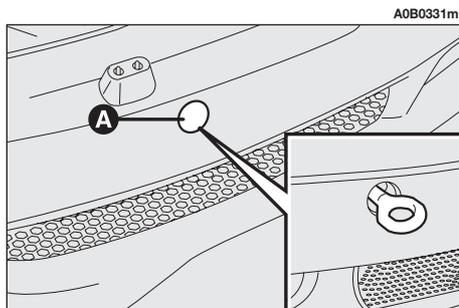
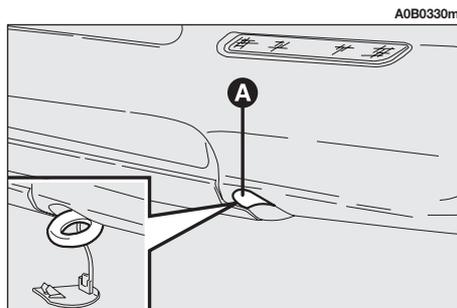

fig. 77
fig. 78
— Rimuovere il coperchietto (A) inserito a pressione sul paraurti anteriore (fig. 77) o posteriore (fig. 78). Per questa operazione, nel caso si utilizzi il cacciavite in dotazione con lama a punta piatta, occorre proteggere la punta stessa con un panno morbido, al fine di evitare l'eventuale danneggiamento della vettura.